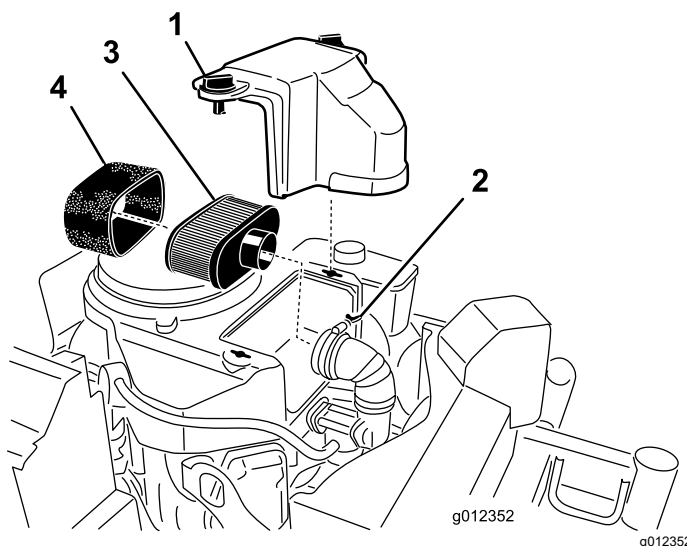

Figure 28
2. Nettoyez la surface autour du filtre à air pour éviter que des impuretés n'endommagent le moteur en tombant à l'intérieur (Figure 28).
3. Tournez les boutons du couvercle de 1/4 tour dans le sens antihoraire et déposez le couvercle du filtre à air (Figure 28).
4. Tournez la vis à oreilles du collier de flexible dans le sens antihoraire pour séparer le filtre à air du conduit d'admission (Figure 28).
5. Sortez délicatement l'élément en mousse de l'élément en papier (Figure 28).
1. Vérifiez que l'élément n'est pas déchiré, couvert d'une pellicule grasse ou endommagé (Figure 28).
1. Vérifiez que l'élément n'est pas déchiré ou couvert d'une pellicule grasse, et que le joint de caoutchouc n'est pas endommagé (Figure 28).
1. Glissez délicatement l'élément en mousse sur l'élément en papier (Figure 28).
2. Alignez le filtre à air sur le conduit d'admission et fixez-le en place au moyen du collier de flexible (Figure 28).
3. Alignez le couvercle du filtre à air sur le capot du moteur et fixez-le en tournant les boutons de 1/4 tour dans le sens horaire (Figure 28).